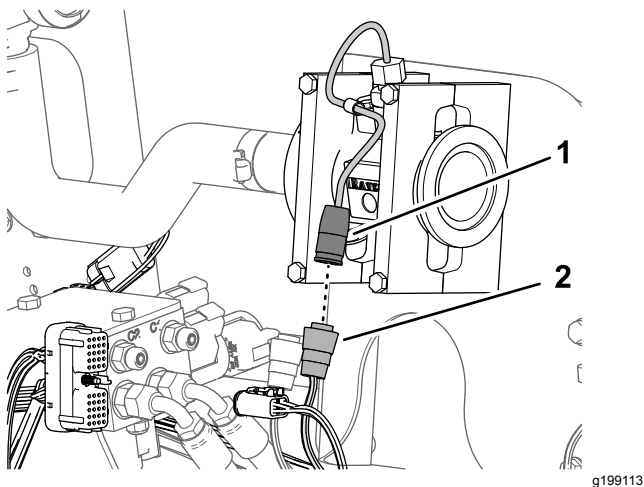

Figura 85
- Collegate il connettore elettrico a 3 prese della diramazione di 89 cm del cablaggio preassemblato indicato come FLUSSOMETRO al connettore a 3 pin del flussometro (Figura 85).